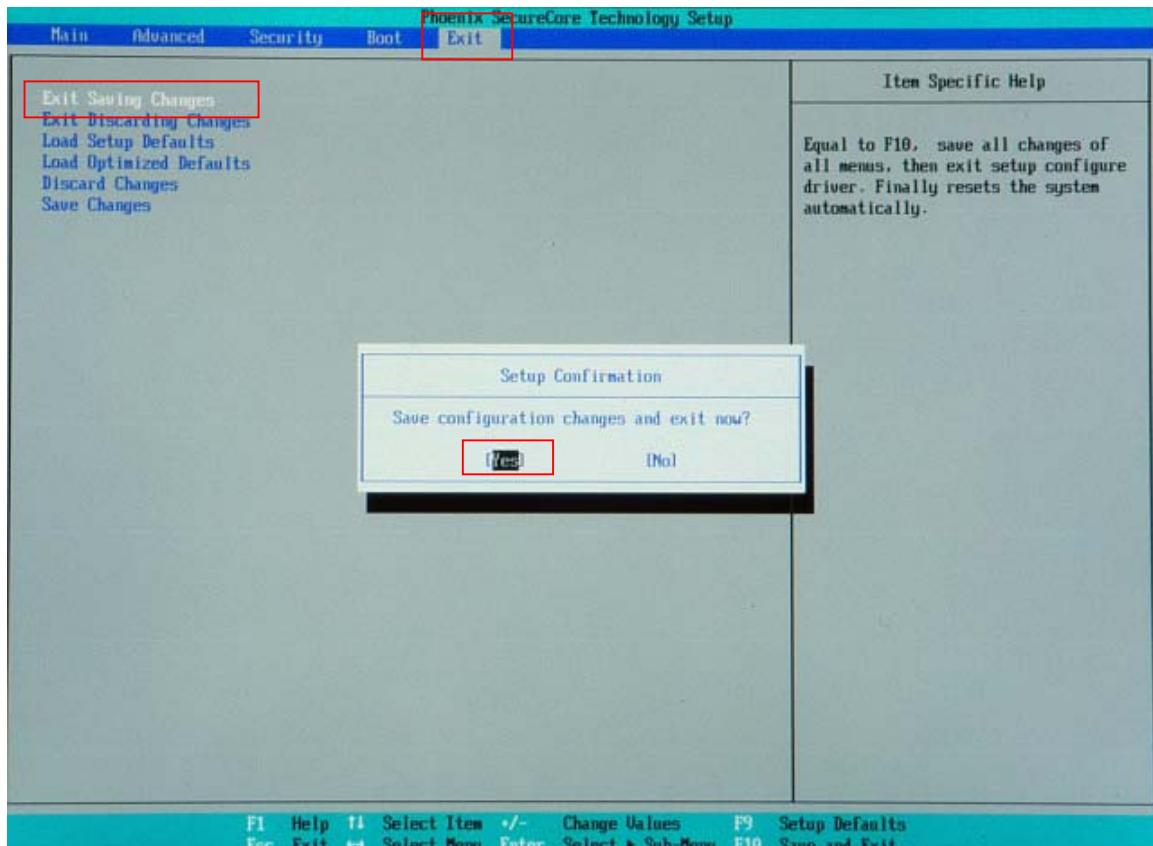

図 6-1-4. BIOS 設定 保存と終了
- ⑩ [Exit] メニューを選択します。(図 6-1-4)
⑪ [Exit Saving Changes] を実行し、設定を保存して終了します。